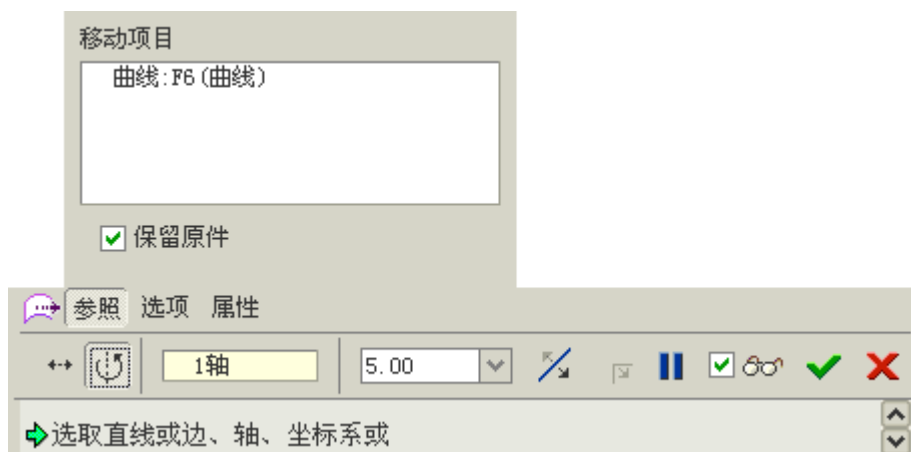

图 40-8
(2) 选中建立的曲线，单击 ，打开移动特征操控板，进行如图 40-8 所示的设置。